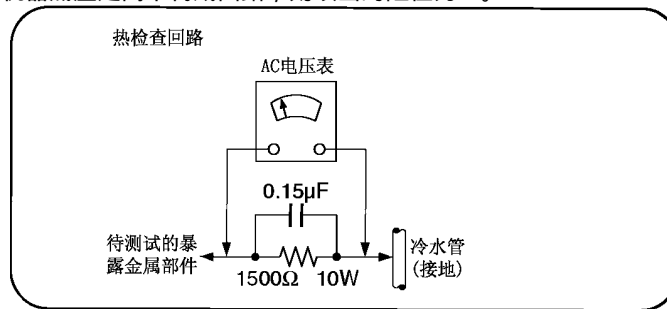

图1
1.1.2. 漏电流热检查（见图1）
3. 用一个量程为1000 V或更高的AC电压表（如图1所示）测量电阻两端的电压。